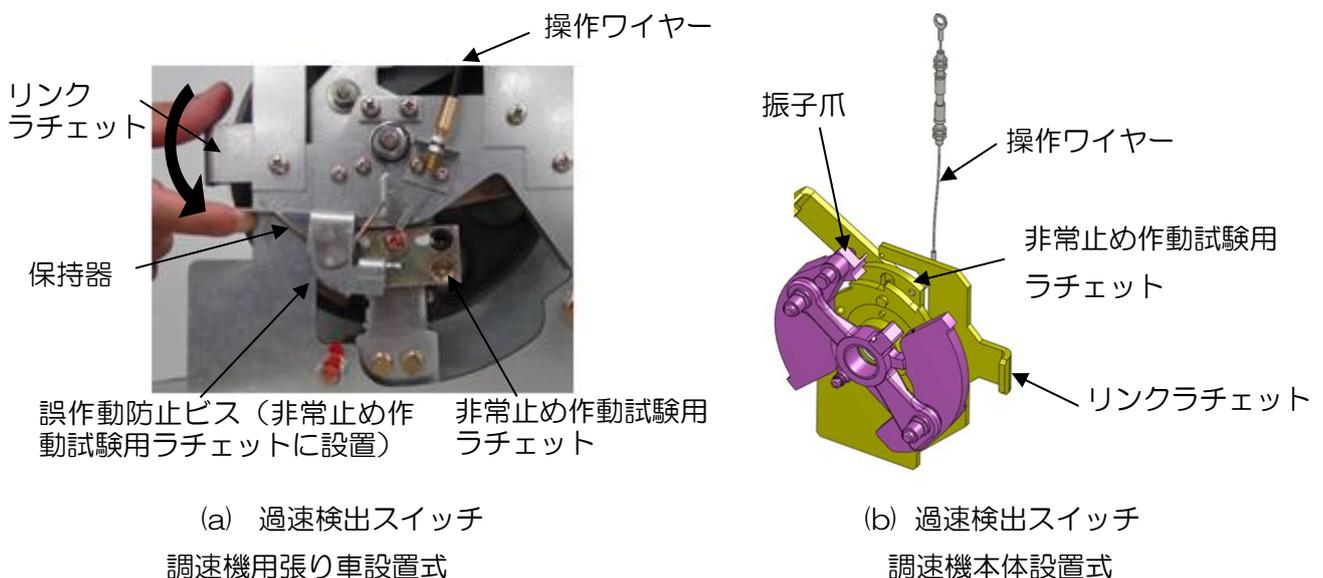

図 10-8 非常止め作動試験用ラチェット保持器一例
- ワイヤー敷設後は、非常止め作動試験用ラチェットに取り付けてある誤作動防止ビス（図10-8参照）を緩め、操作ワイヤーにて調速機の非常止め作動試験用ラチェットが正常に作動することを確認のこと。
- ラチェットに取り付いている誤作動防止ビス（図 10-8 (a) 参照）を緩め、操作ワイヤーを引きながらリンクラチェットを矢印方向に回し、非常止め作動試験用ラチェットを保持器の保持面にセットする。
（図10-8(b)参照）